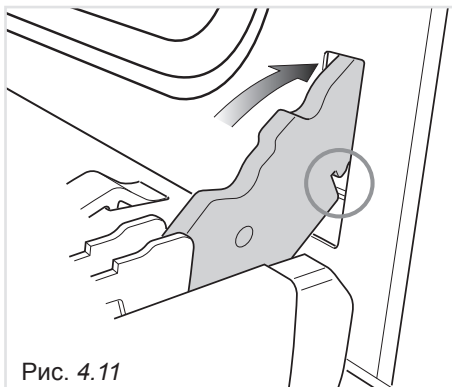

Рис. 4.11
- Вставьте петли в пазы, как показано на рис. 4.11.